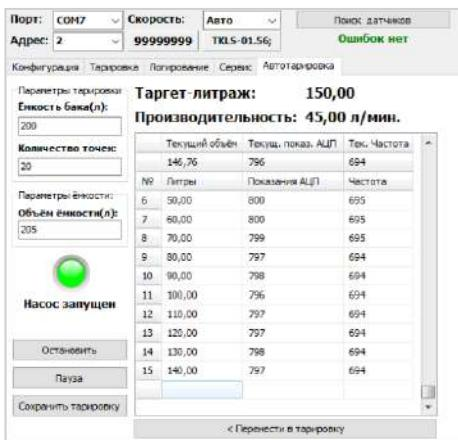

Рис.21.Процесс автотарировки
- для начала процесса тарировки необходимо нажать кнопку «Тарировать». Насос начнет перекачивание топлива из резервуара в бак. На вкладке «Автотарировка» отображается текущее состояние насоса – «Насос запущен» или «Насос выключен» (Рис.21);